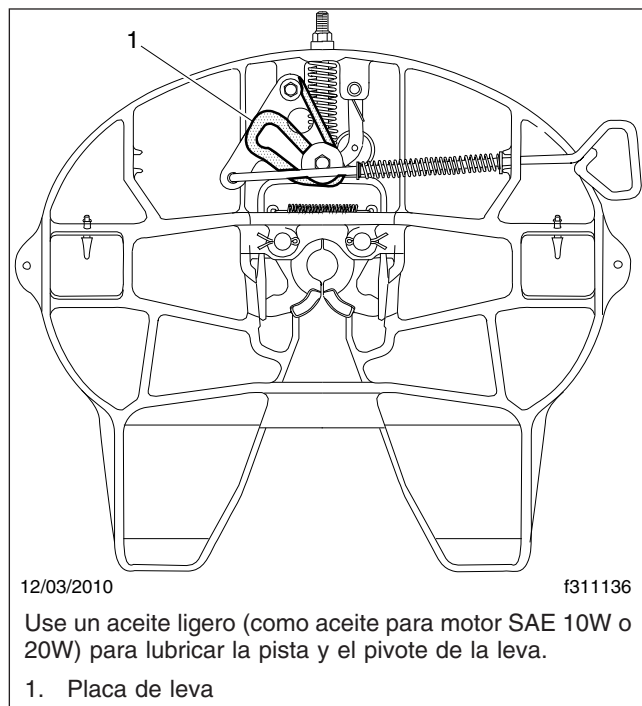

Figura 7, Lubricación con aceite de la quinta rueda Holland FW35
- Use un aceite ligero (como aceite para motor SAE 10W o 20W) para lubricar la pista y el pivote de la leva. Vea la **Figura 7**.